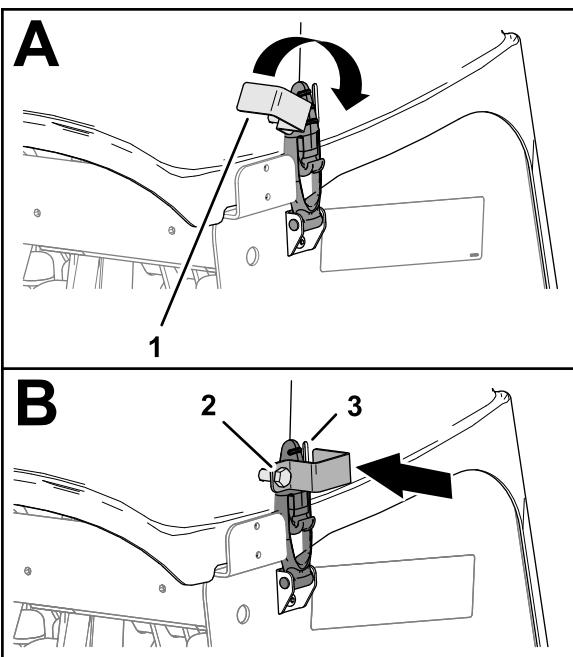

图 154
3. 如果您的机器安装有符合欧盟(CE)标准的闩锁应旋转锁定板直至其与打孔头盖板侧面的插槽对齐图154。
4. 拧紧锁定板螺栓图154。